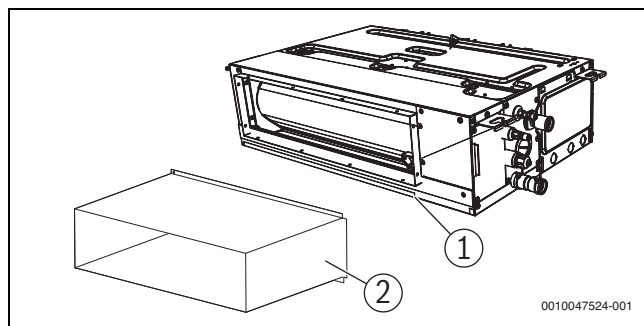

Bild 10
- Wenn der Luftaustritt weit von der Einheit entfernt ist und über eine Luftleitung aus Metall mit dem Luftaustrittsflansch der Einheit verbunden werden muss, muss zur Abdichtung und Wärmedämmung Schaumstoff auf die Kontaktfläche zwischen den Metallkomponenten geklebt werden (→ Abbildung 10).